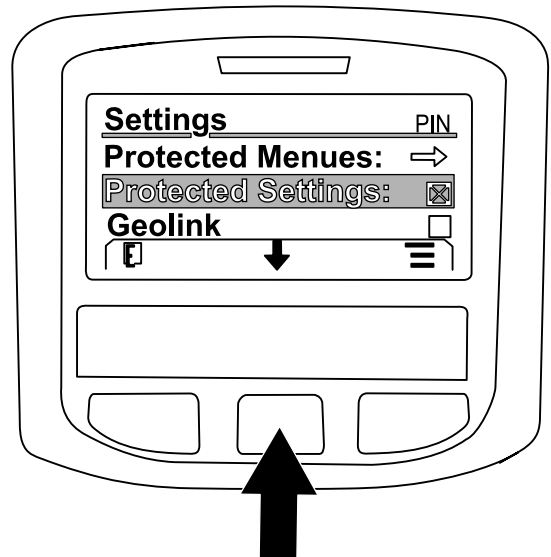

図 232
7. 中央ボタンを押してジオリンクGEOLINKオプションへ移動し、右ボタンで選択する 図 232。